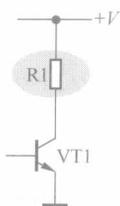

图 1-4 直流电压供给电路之一
(1) 同类电路分析之一。图 1-4 所示是一种直流电压供给电路，这一电阻直流电压供给电路工作原理是：通过 R_1 将直流电压 $+V$ 加到三极